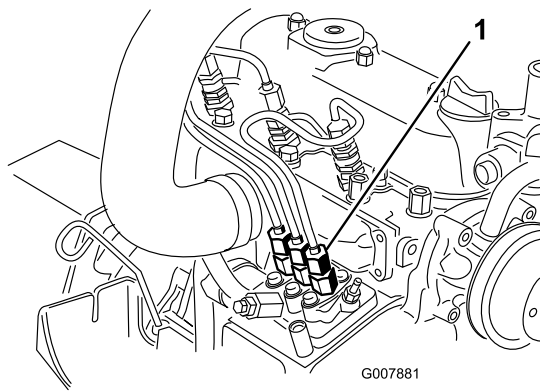

Bild 44
1. Legen Sie einen Lappen unter den Schlauchanschluss von der Einspritzpumpe zur 1. Einspritzdüse, siehe Bild 44.